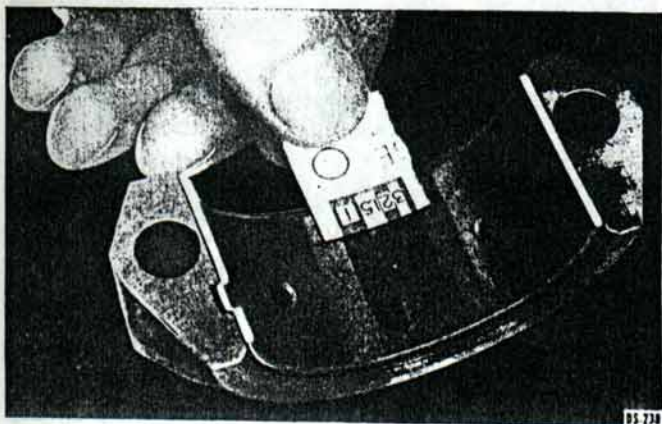

Fig. 90. — Verificando el juego entre cojinete y muñón con plastigage.
- 4) Sacar la tapa y medir el ancho del "Plastigage" aplastado usando la escala impresa en el borde del sobre (Fig. 90). El tamaño adecuado del "Plastigage" medirá exactamente el juego libre desde 0,025 mm (.001").